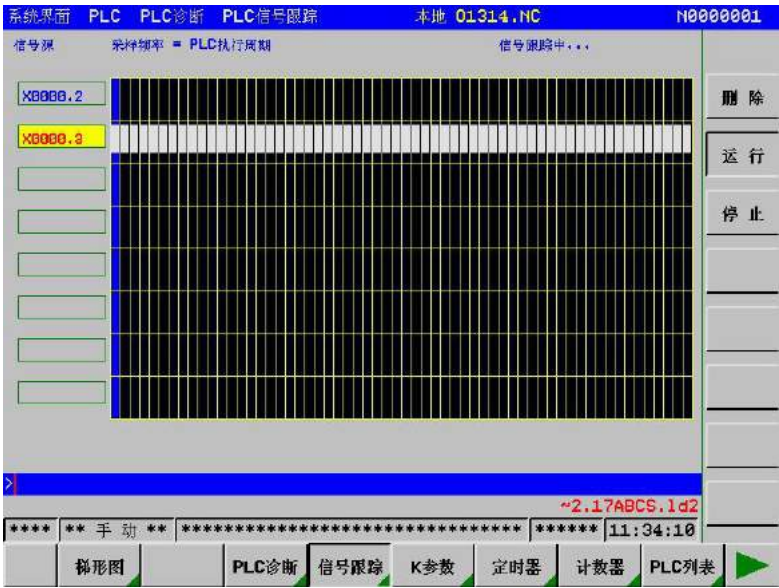

图 3-7-3
- c) 按下【运行】子软键，当有该信号执行时，就会出现图 3-7-3 中的方框图，如没有信号传输过来，则显示为一条直线。